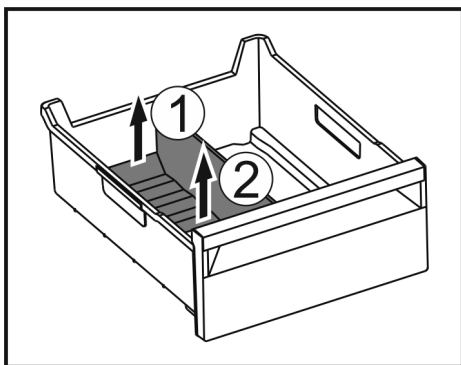

Fig. 67
- Dvignite zadnji del pregrade predala za led. Fig. 67 (1)
- Pregrado predala za led odstranite navzgor. Fig. 67 (2)